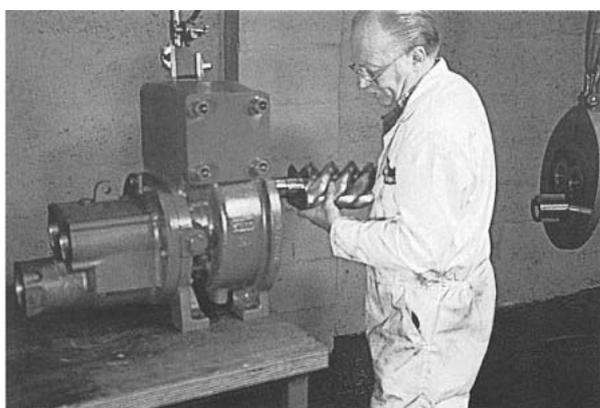

Рис. 117
11. При установленной распорке подшипника "папа" смажьте и проверните ротор "папа" для совмещения с ротором "мама" (рис. 117), контролируя, чтобы серийные номера роторов совпадали.